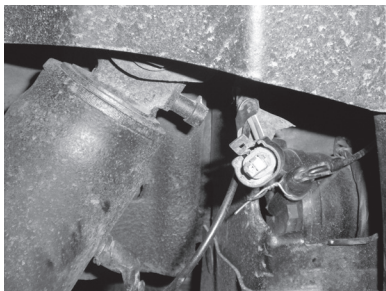

FIG. 3
**10.** (FIG. 3) Retirer la conduite d'air de l'amortisseur en séparant le clip et tirer bien droit. Prévenir la saleté d'entrer dans l'extrémité de cette conduite d'air.
**11.** (FIG. 3) Déconnecter le connecteur électrique pour le réglage de suspension électronique de la portion arrière de l'amortisseur.